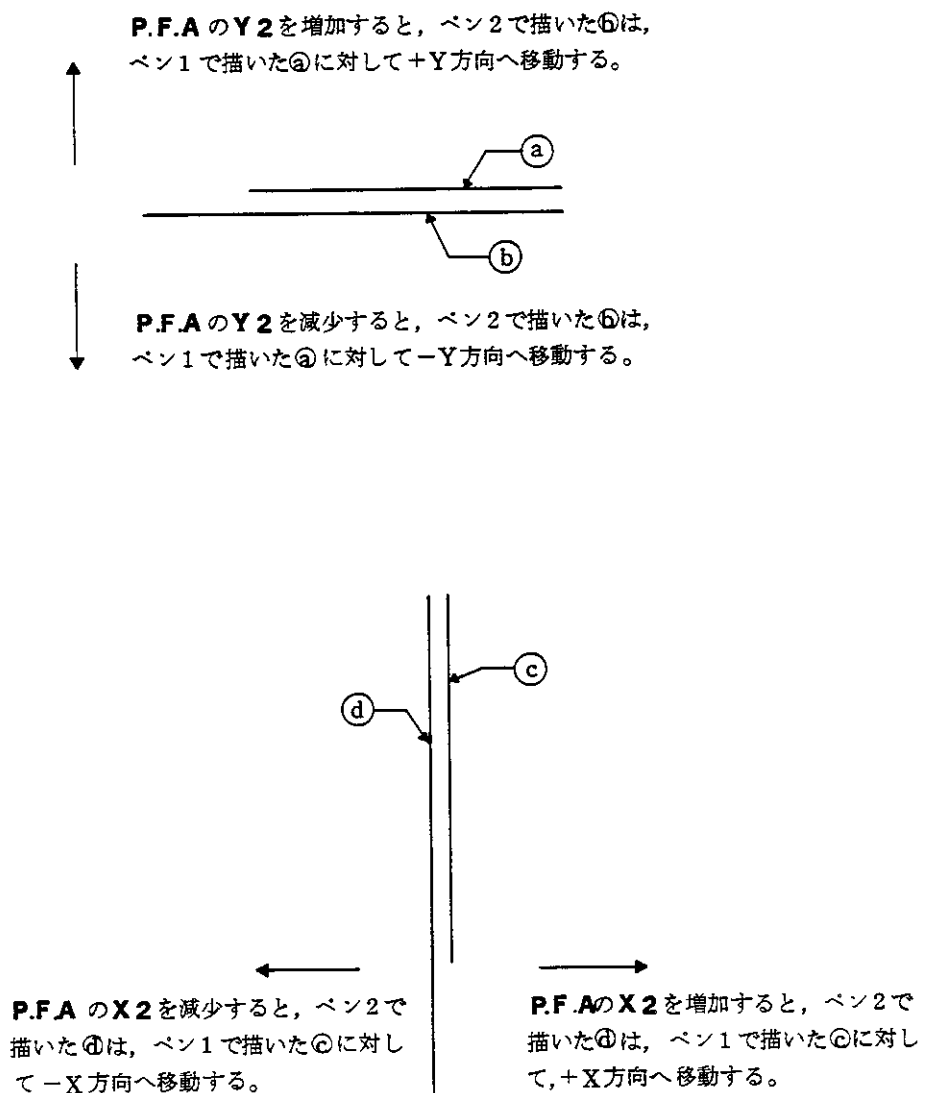

図4-11 **TR9834R**のペン間隔の調整
- ① **TR9834R** の **POWER** スイッチを **ON** に設定します。
- ② **ENTER** スイッチを押して、**LOCAL** 状態にします。
- ③ **POSITION** スイッチによって、ペンを任意の位置まで移動させます。
- ④ **PEN 1** のスイッチを押して、ペン1を下げます。
- ⑤ **POSITION** スイッチ  (X軸方向⊕) を押して、X軸方向の線分を描きます。〔図4-11②〕
- ⑥ **PEN 2** のスイッチを2回押して、**PEN 2** を選択してペン2を下げます。
- ⑦ **POSITION** スイッチ  (X軸方向⊖) を押して、X軸方向の線分を描きます。〔図4-11③〕
- ⑧ **PEN 1** のスイッチを押して、**PEN 1** を選択します。
- ⑨ **P. F. A** の **Y2** スイッチによって **Y2** の値を補正します。
- ⑩ ③から⑨の操作を繰返し、ペン1およびペン2で描いたX軸方向の線分が完全に重なるように**P. F. A** の **Y2** スイッチを調整します。
- ⑪ **POSITION** スイッチによって、ペンを任意の位置まで移動させます。
- ⑫ **PEN 1** のスイッチを押して、ペン1を下げます。
- ⑬ **POSITION** スイッチ  (Y軸方向⊕) を押して、Y軸方向の線分を描きます。〔図4-11④〕
- ⑭ **PEN 2** のスイッチを2回押して、**PEN 2** を選択してペン2を下げます。
- ⑮ **POSITION** スイッチ  (Y軸方向⊖) を押して、Y軸方向の線分を描きます。〔図4-11⑤〕
- ⑯ **PEN 1** のスイッチを押して、**PEN 1** を選択します。
- ⑰ **P. F. A**の**X2**スイッチによって**X2**の値を補正します。
- ⑱ ⑪から⑰の操作を繰返し、ペン1およびペン2で描いた**Y**軸方向の線分が完全に重なるように**P. F. A**の**X2**スイッチを調整します。